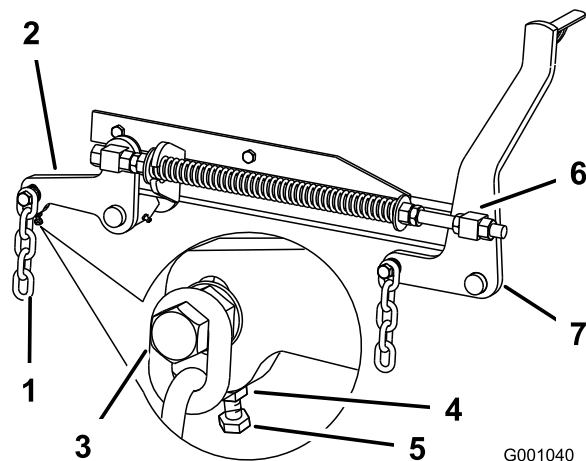

Figura 79
7. Se le misure al punto B o C non sono esatte, allentate il bullone che monta la catena posteriore al braccio di supporto posteriore (Figura 79).
8. Allentate il controdado sotto il braccio di supporto posteriore e regolate il bullone di regolazione a un valore tra 7,9 e 8,3 cm (Figura 79).
7. Allentate di 13 mm circa i controdadi delle parti girevoli anteriori destra e sinistra (Figura 79).
8. Regolate i dadi di sollevamento sui lati destro e sinistro della macchina finché la parte anteriore della macchina non risulta più bassa di 6–10 mm davanti, al punto **A**, rispetto alla parte posteriore al punto **B** (Figura 79).